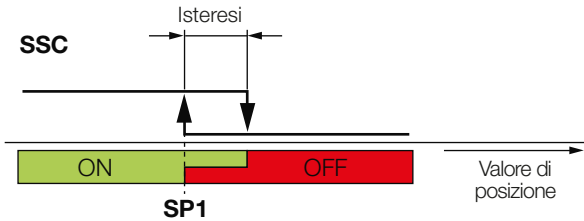

Fig. 6-2: Esempio per riconoscimento presenza in modalità punto singolo
- modalità a punto singolo (*single-point mode*, Fig. 6-2): valore: 1